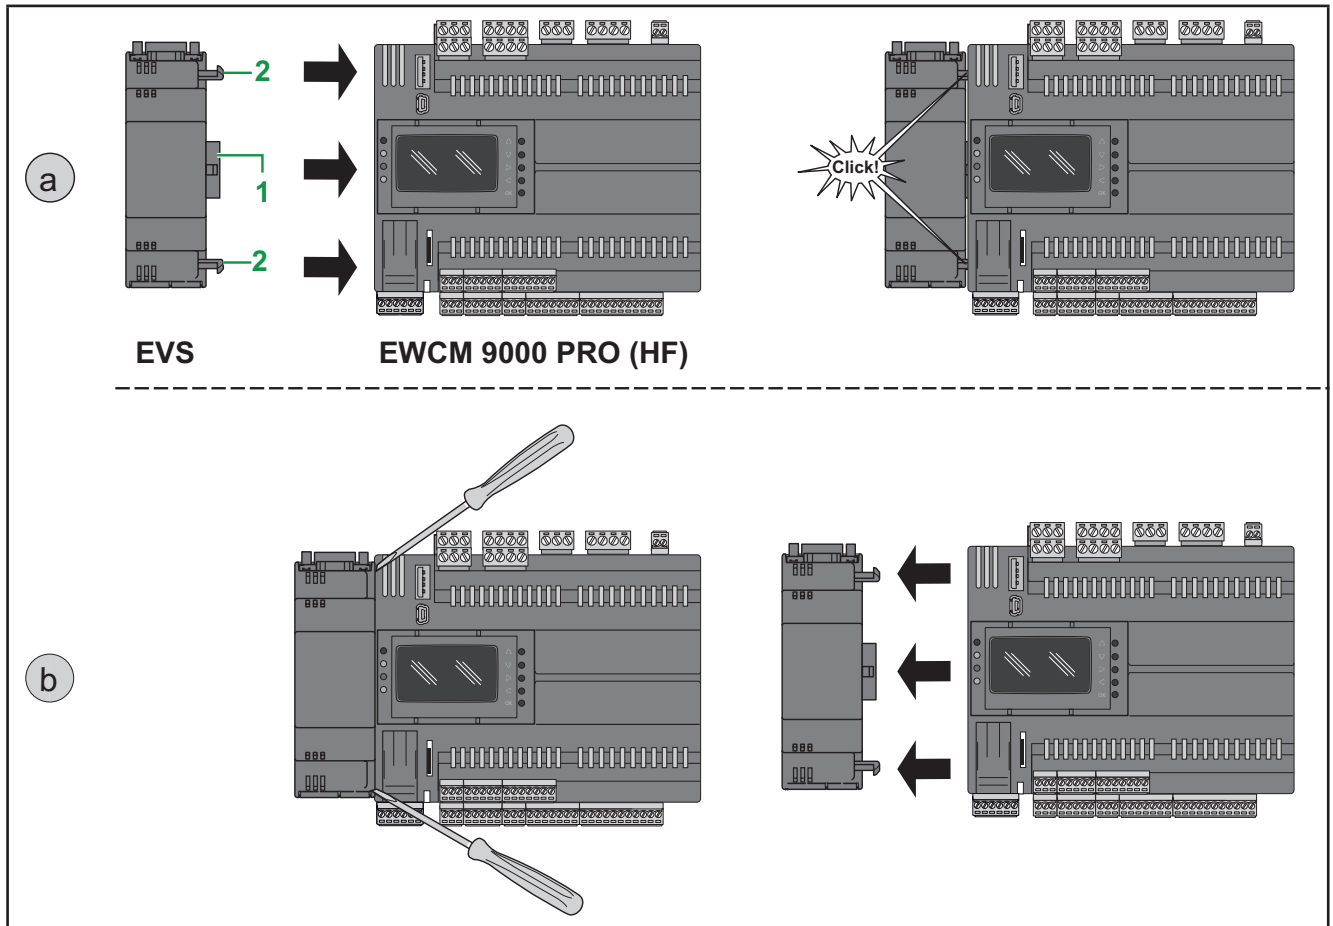

Abb. 14. Einbau (a) / Ausbau (b) der Kommunikationsmodule EVS
EVS sind 2-DIN-Kommunikationsmodule, die an einen Regler **EWCM 9000 PRO** (siehe „Abb. 14“ auf S. 29) angeschlossen werden können, um die Anzahl bzw. Art der Kommunikationsports zu erweitern.
1. durch den Stecker des Kommunikationsmoduls (siehe Element 1 in „Abb. 14“ auf S. 29),
2. mit den zwei Fixierklammern (siehe Elemente 2 in „Abb. 14“ auf S. 29), an denen das Kommunikationsmodul befestigt ist.